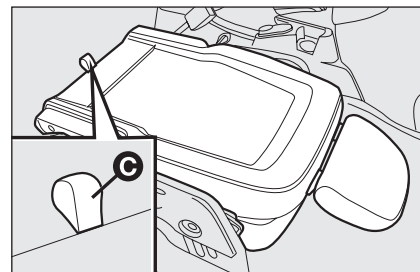

fig. 23
- ☐ tirar la lengüeta **C-fig. 23** y empujar nuevamente el respaldo hacia abajo: el asiento queda totalmente replegado.